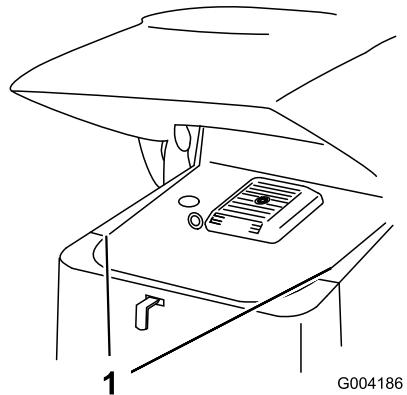

Bild 24
2. Schieben Sie die Seitengitter (Bild 24) nach oben und aus den Schlitten im vorderen Gitter und im Rahmen.